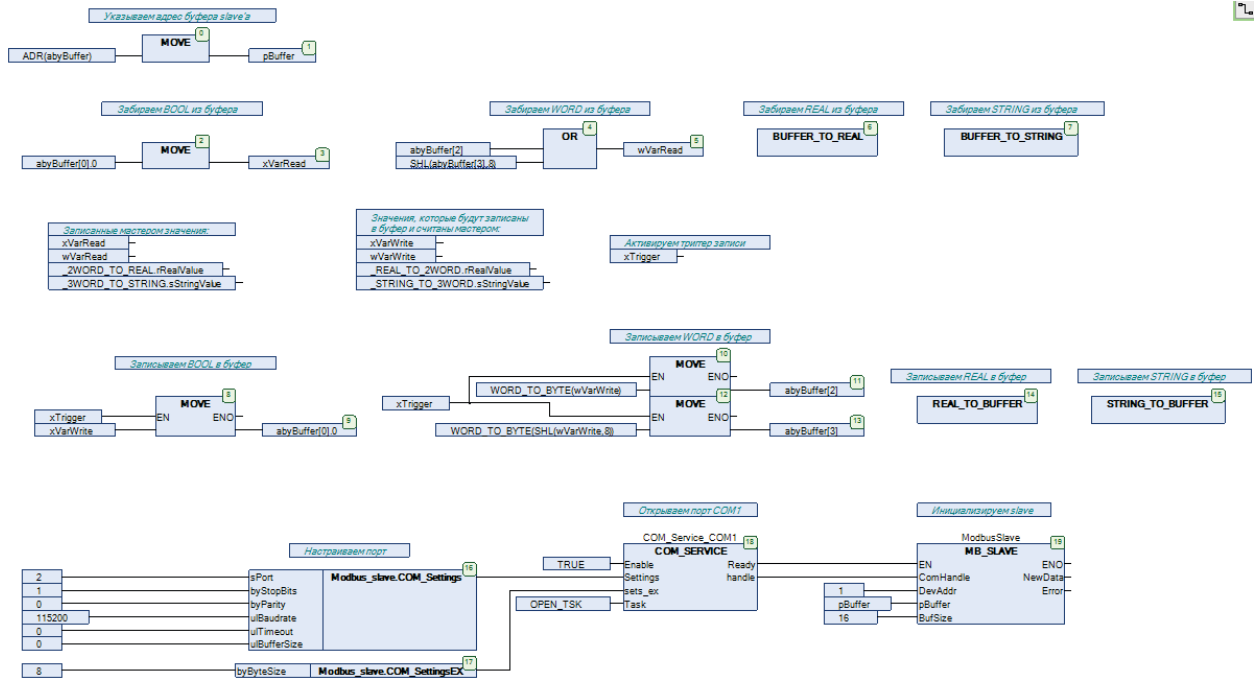

Рис. 7.25. Код программы на языке CFC
6. Программа, приведенная на рис. 7.25, работает следующим образом: